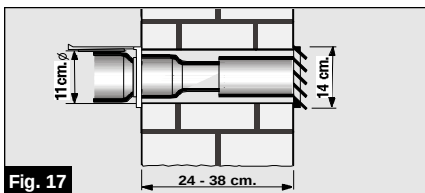

Fig. 17
- Para expulsar el aire caliente a través de la pared se necesita practicar un orificio en la misma para colocar el pasamuros, **Fig. 17**.